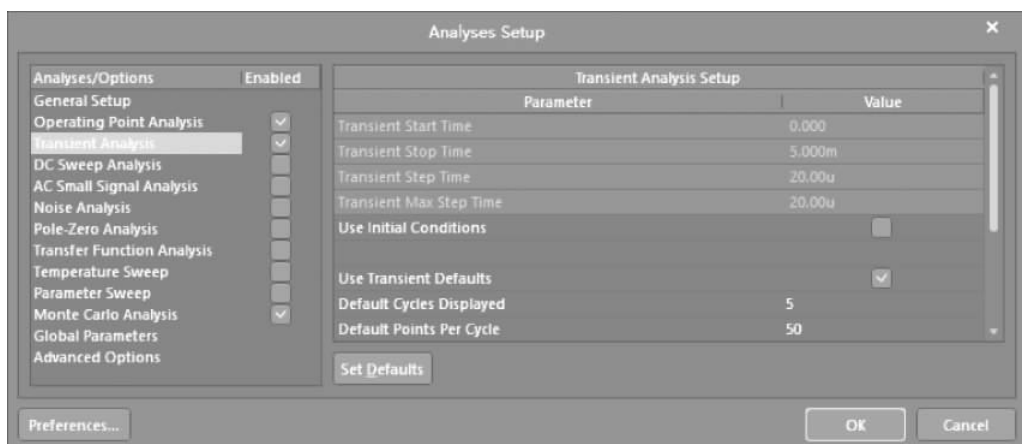

图 3-84 设置仿真参数界面 2
③ 将 OUT 添加到 Active Signals 栏中。
(3) 选择 Transient Analysis 选项, 出现如图 3-84 所示的 Transient Analysis Setup (瞬态分析设置) 界面, 接受默认设置参数。